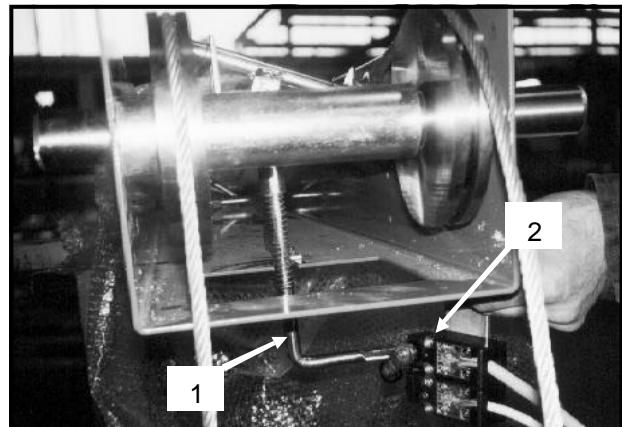

Fig. 17a
- nel caso dove se verifica la rottura e/o l'allentamento delle funi di sincronismo intervie nei sensore (rif.1 Fig. 17a) applicato sulla trave superiore che aziona il microinterruttore di sicurezza funzionante sulla salita (rif.2 Fig. 17a).
- In case of a sudden, synchronized cables loosening and/or breaking, the sensors in the upper beam (ref.1 Fig. 17a) on the upper beam action the microswitch safety cables and safety lift (ref.2 Fig. 17a).